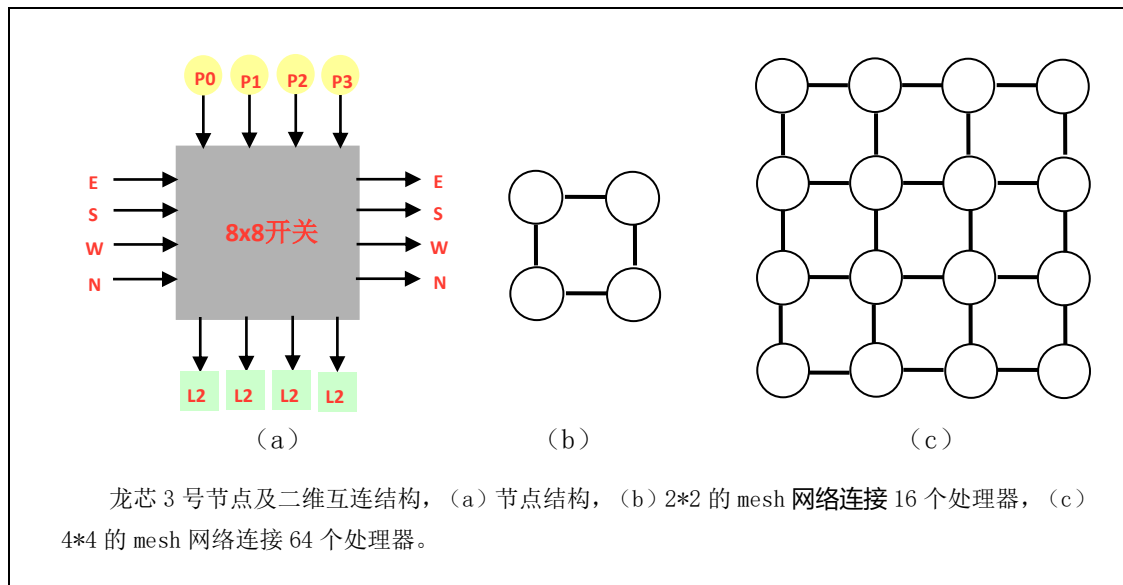

图 1-1 龙芯 3 号系统结构
龙芯 3 号采用的可伸缩互连结构如下图 1-1 所示。龙芯 3 号片内及多片系统通过类似的互连端口以节点为单位实现互连结构，其中每个节点由 8*8 的交叉开关组成，每个交叉开关连接四个处理器核以及四个共享 Cache，并与东 (E) 南 (S) 西 (W) 北 (N) 四个方向的其他节点互连。